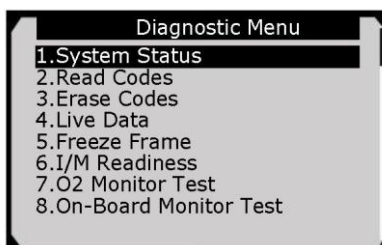

Рисунок 5-3
7) Ознакомьтесь со сводной информацией о состоянии системы (состояние индикатора MIL, количество диагностических кодов неисправностей, статус монитора), отображаемой на экране дисплея сканера. См. рисунок 5-1. Нажмите кнопку ESC, чтобы перейти к меню диагностики (см. рисунок 5-3).
1) С помощью кнопки прокрутки вверх/вниз выберите пункт **Read Codes** [Считывание кодов] в меню диагностики, а затем нажмите кнопку **ОК**. См. рисунок 5-3.
1) С помощью **кнопок прокрутки вверх/вниз** выберите пункт **Erase Codes [Стереть коды]** в меню диагностики, а затем нажмите **кнопку ОК**. См. рисунок 5-3.
1) Для просмотра оперативных данных используйте **кнопки прокрутки вверх/вниз**, чтобы выбрать пункт **Live data [Оперативные данные]** в меню **диагностики**, а затем нажмите **кнопку ОК**. См. рисунок 5-3.